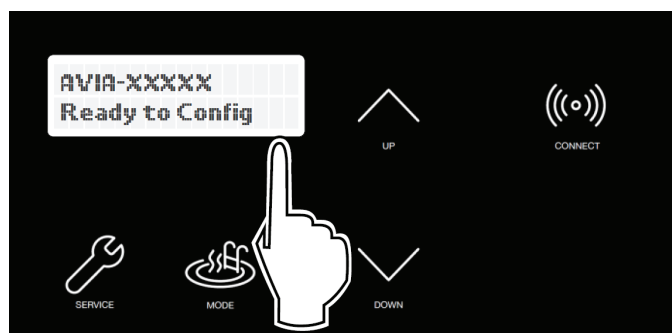

Figure 80. Wi-Fi prêt à être configuré et identifiant du réseau
- Le menu CONNECT affiche l'état de l'interface Wi-Fi, indiquant "Ready to Config", ainsi que l'identifiant du réseau, voir **Figure 80**.